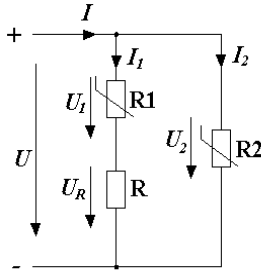
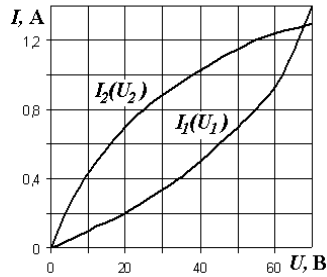

Рис. 2.69
Рис. 2.70
2. Определить значения токов I_1 , I_2 , I в электрической цепи (рис. 2.69) итерационным методом. ВАХ нелинейных резисторов представлены на рис. 2.70, активное сопротивление $R = 100$ Ом, напряжение $U = 60$ В.